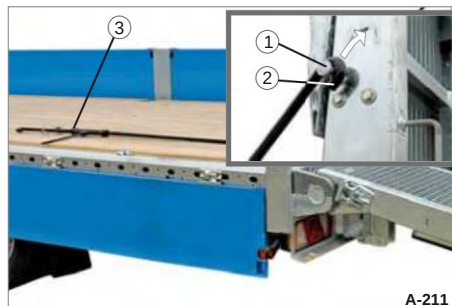

Fig. 47 Afmontering af sikkerhedsklemmen
(Fig. 47/2) fra stiften (Fig. 47/1) på læsserampen og fra surringsringen på læssefladen.
• Placer hele sikkerhedsstrammeren (fig. 47/3)